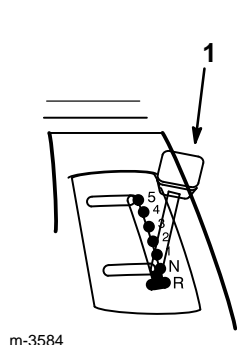

Figure 6
3. Mettre le changement de vitesse au point mort (N) (Fig. 6).